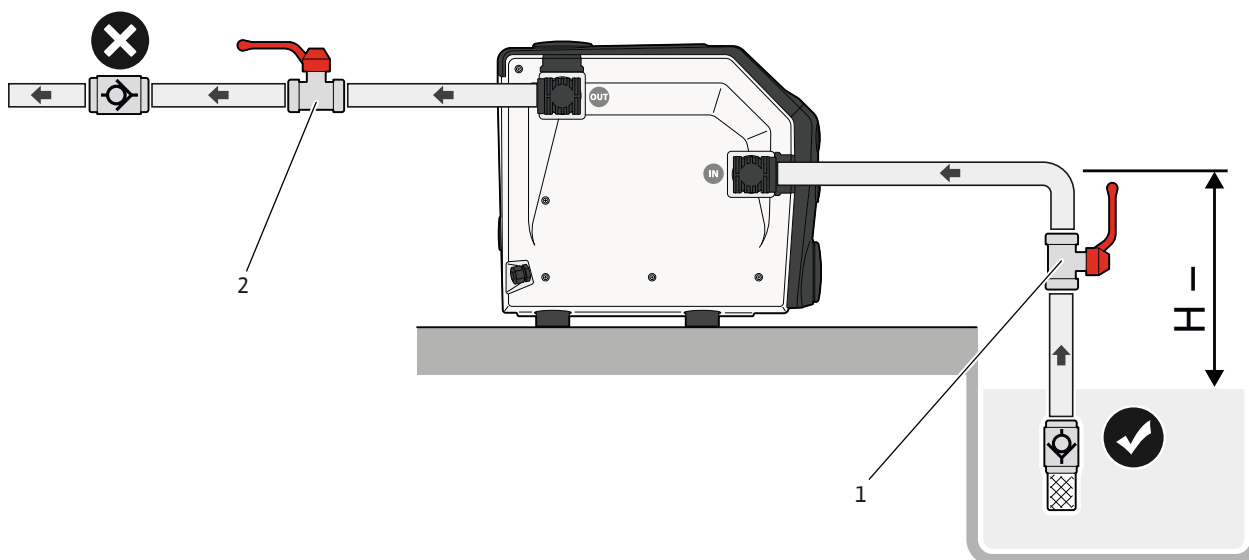

Fig. 7: Usisni način rada
1. Zatvorite zasun (Fig. 7 – poz. 1, 2) na usisnoj i tlačnoj strani.